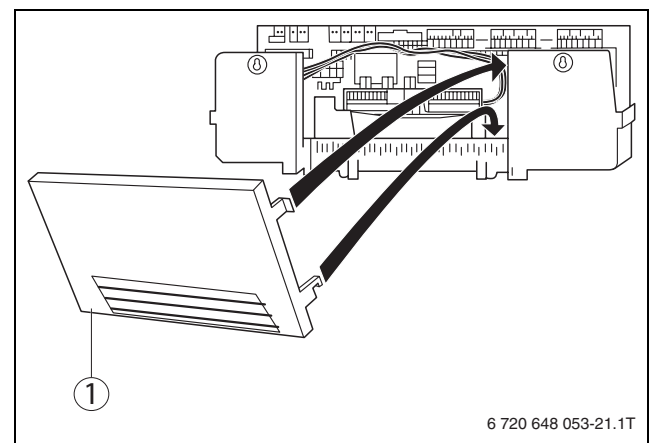

Fig. 24 Preparare il passaggio cavi
- ▶ Se necessario, staccare o tranciare le parti staccabili dal lamierino del pannello posteriore (→ fig. 24, [1])